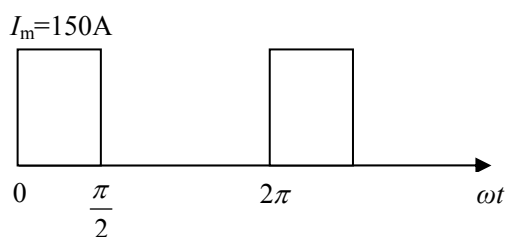

图 1 晶闸管通过电流波形
- （3 分）晶闸管通过图 1 所示的电流，峰值 150A，需要选择晶闸管的额定电流 \_\_\_\_\_（A）。